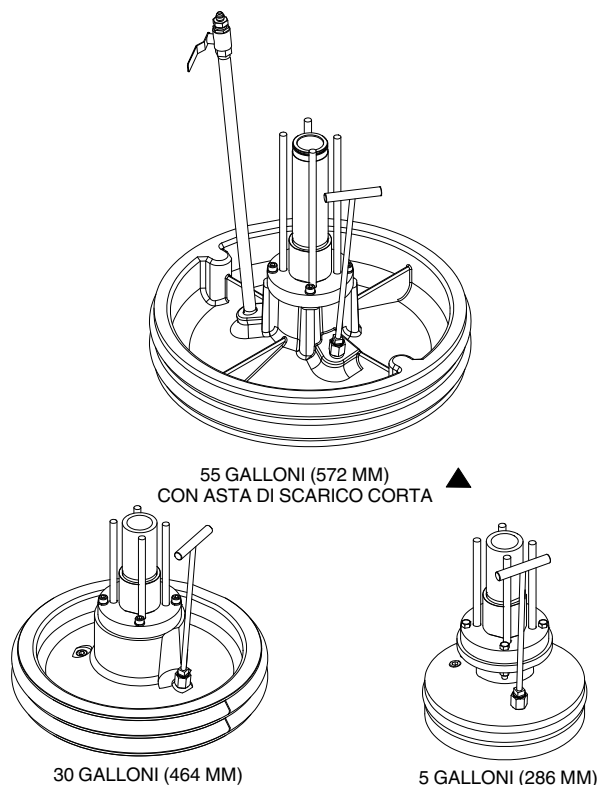

Figura 1 Moduli pressatore
Vedi figura 1. Il modulo pressatore si trova sulla sezione idraulica della pompa (5). È progettato per spingere fuori il materiale da contenitori quadrati. Sono disponibili moduli piastra di pressione standard e con rivestimento in PTFE che si adattano al diametro interno dei seguenti contenitori: